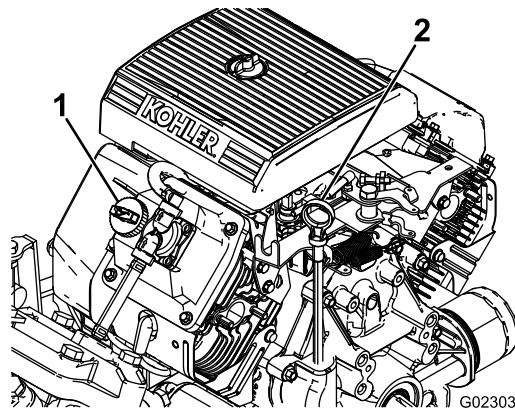

Рисунок 10
2. Выньте масломерный щуп и протрите его чистой ветошью (Рисунок 10).
4. Если уровень масла низкий, снимите крышку заливной горловины с крышки клапана (Рисунок 10) и ЗАЛЕЙТЕ МАСЛО В ОТВЕРСТИЕ ДО ОТМЕТКИ FULL (Полный) НА ЩУПЕ; см. ПРАВИЛЬНЫЙ ТИП И ВЯЗКОСТЬ МАСЛА В . Замена масла в двигателе \(страница 55\)